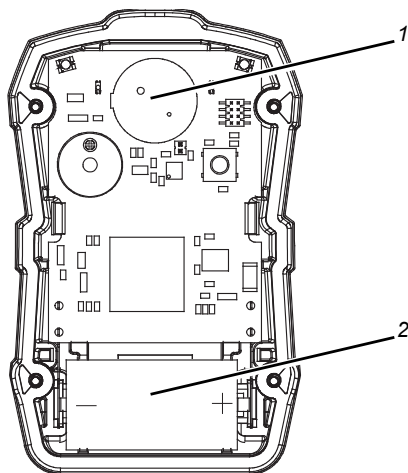

Fig. 14 Vervangen van sensor en batterij
- (1) Controleer of het toestel is uitgeschakeld.
- (2) Verwijder de vier schroeven van de behuizing en verwijder de voorste behuizing zodat u bij de sensor komt (boven in het toestel, vlakbij de alarmlampjes → Fig. 14).
- (3) Neem de sensor er voorzichtig uit en voer deze af als afval.